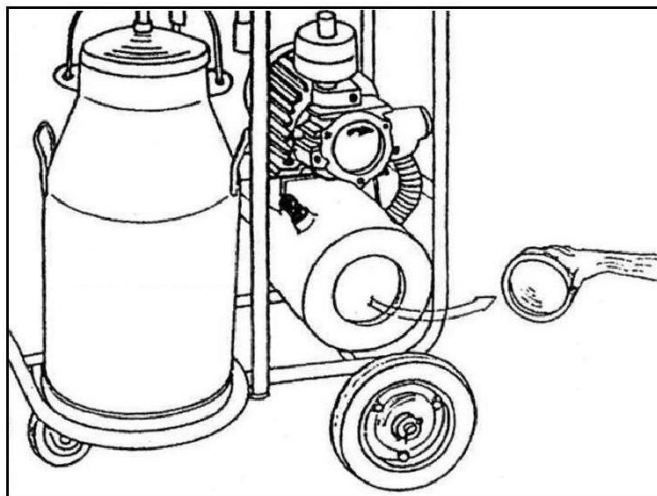

Fig. 21
-Camera de vacuum se va curăța o dată pe lună prin desfacerea capacului lateral (**Fig.21**).